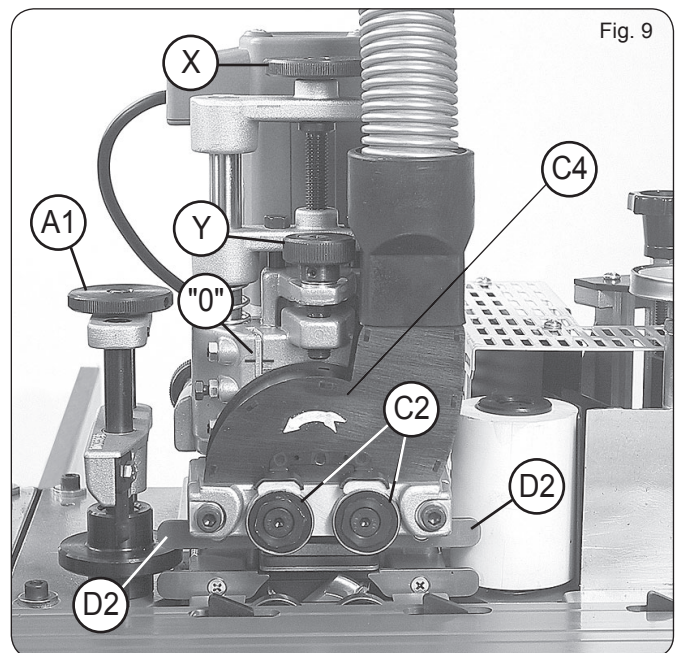
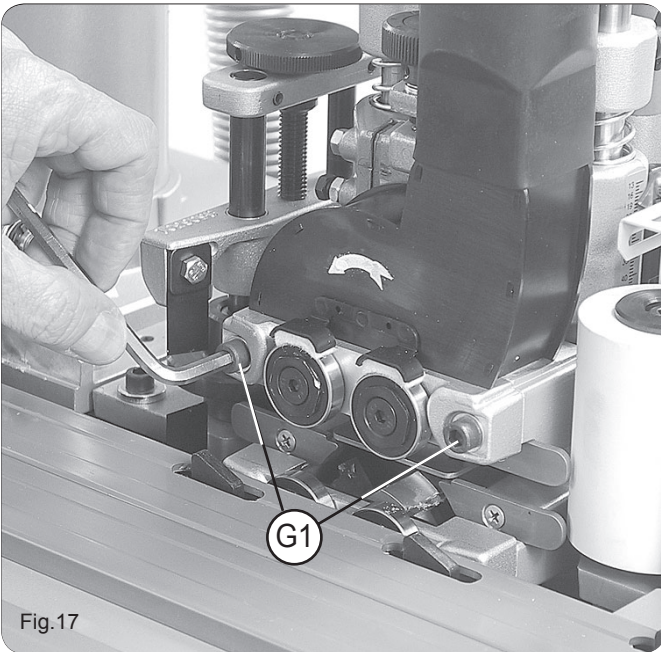
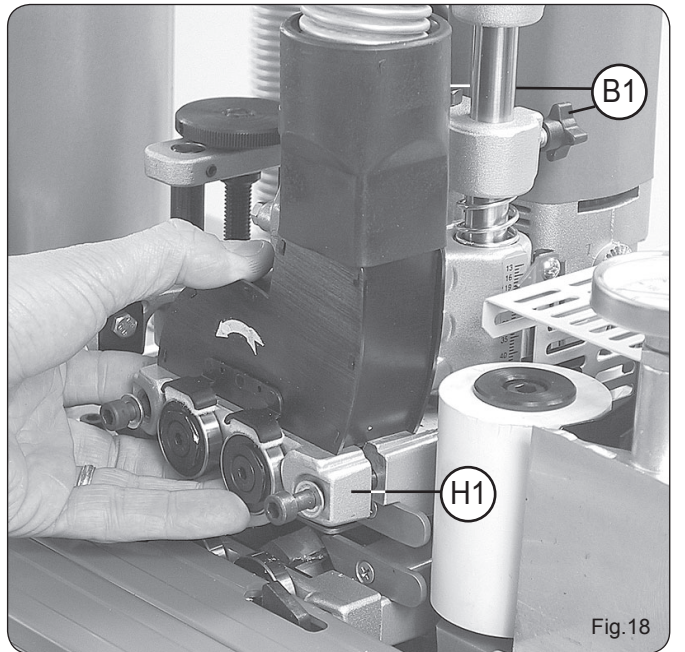
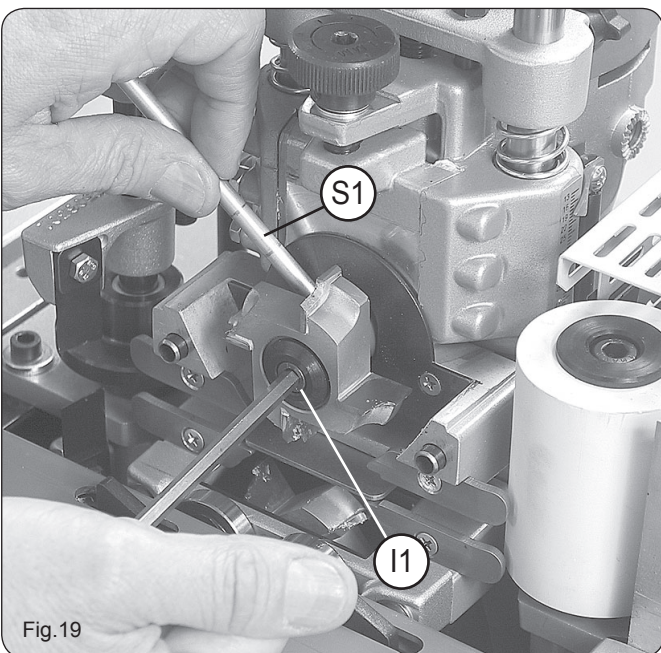

Fig. 9
Fig.17
Fig.18
Fig.19
- Задняя дверца позволяет осуществлять доступ к тяге D1 (рис.11b) и двум ручкам В1, а также ручке В2. Передняя дверца позволяет осуществлять доступ к регулирующим ручкам Х и Y (рис.9).
- В: Установите верхний датчик на соответствующую высоту. Для этого в начале следует проверить находится ли датчик С2 (рис. 9) в положении "О". Если он не находится в "О" положении, то следует повернуть рычаг Y (рис. 9) до совмещения условной маркировки с "О" положением (рис. 9). Затем для подъема датчика следует вращать рычаг Y (рис. 9) по часовой стрелке (+) как указано ниже:
параметры на фрезерных агрегатах, регулировка которых рекомендуется по инструкции, чтобы ещё раз убедиться в готовности к дальнейшей работе. Если полученный с одной стороны результат не полностью соответствует ожидаемому, то в таком случае необходимо внести незначительные коррективы в регулировку верхнего и нижнего датчиков С2 (рис. 9) при помощи ручки У (рис. 9) и добиться желаемого эффекта.
ВНИМАНИЕ! Перед заменой фрез штекер электропитания станка следует вынуть из розетки и застопорить выключатель с защитной крышкой К (рис. 7). Верхний фрезерный агрегат вращается против часовой стрелки (-), нижний – по часовой (+), как это соответственно указано на уловителе опилок С4 (рис. 9) Учитывайте это всегда при замене фрез.
Ослабьте фиксирующие крючки L1 (рис. 22) и откройте загрузочный агрегат. Выверните винты G1 (рис. 17), выньте агрегат индикации H1 (рис. 18), при помощи штока S1 (рис. 19) зафиксируйте ось фрезы и выверните фиксирующий винт фрезы I1 (рис. 19). Затем следует вынуть фрезу и заменить её на новую. Снова соберите агрегат индикации H1 (рис. 18) и установите его на соответствующей высоте, чтобы со встроенной фрезой получить желаемую поверхность кромки, как это описано в разделе регулировка профилируемого фрезерного агрегата.
Для замены нижнего фрезерного агрегата необходимо ослабить винты В1 (рис. 11) нижнего фрезерного агрегата. Доступ осуществляется через заднюю дверцу F1 (рис.13). Фрезерную головку опустить при помощи винта Х (рис. 9 и 10) до конца. Замену фрезы следует осуществлять так, как описано в предыдущем разделе; при этом следует обратить внимание на то, что винт I1 (рис. 19) для крепления нижней фрезы имеет левую резьбу, После замены фрезы следует снова поднять фрезерную головку при помощи винта Х (рис. 9) вверх до упора. Снова установите на место агрегат индикации на соответствующей высоте, чтобы со встроенной фрезой получить желаемую поверхность кромки, как это описано в разделе регулировка профилируемого фрезерного агрегата.